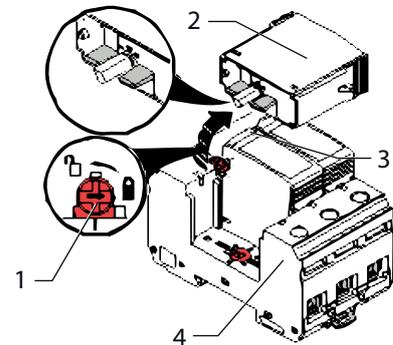

Bild 33: DC-Überspannungsschutz
- 1. Einzelne Module über die Statusanzeige prüfen (Pos. 3 in Bild 33).